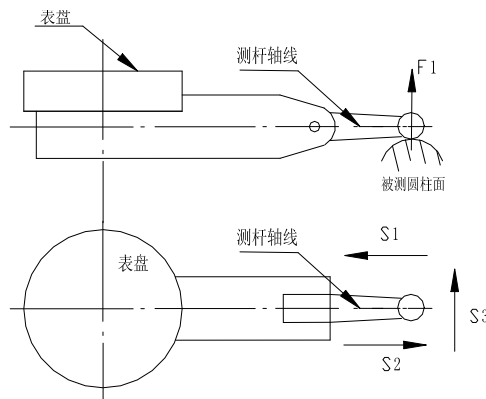

图 3-10 测量圆柱面时，测杆的运动方向
②当测量圆柱面时，确保测杆沿着测杆轴线方向运动，如图 3-10 中 S1 所示的方向；图 3-10 中 S2 所示的方向为不建议使用的方向；禁止测杆沿着 S3 所示方向运动，以免该方向的摩擦力造成测杆折断。